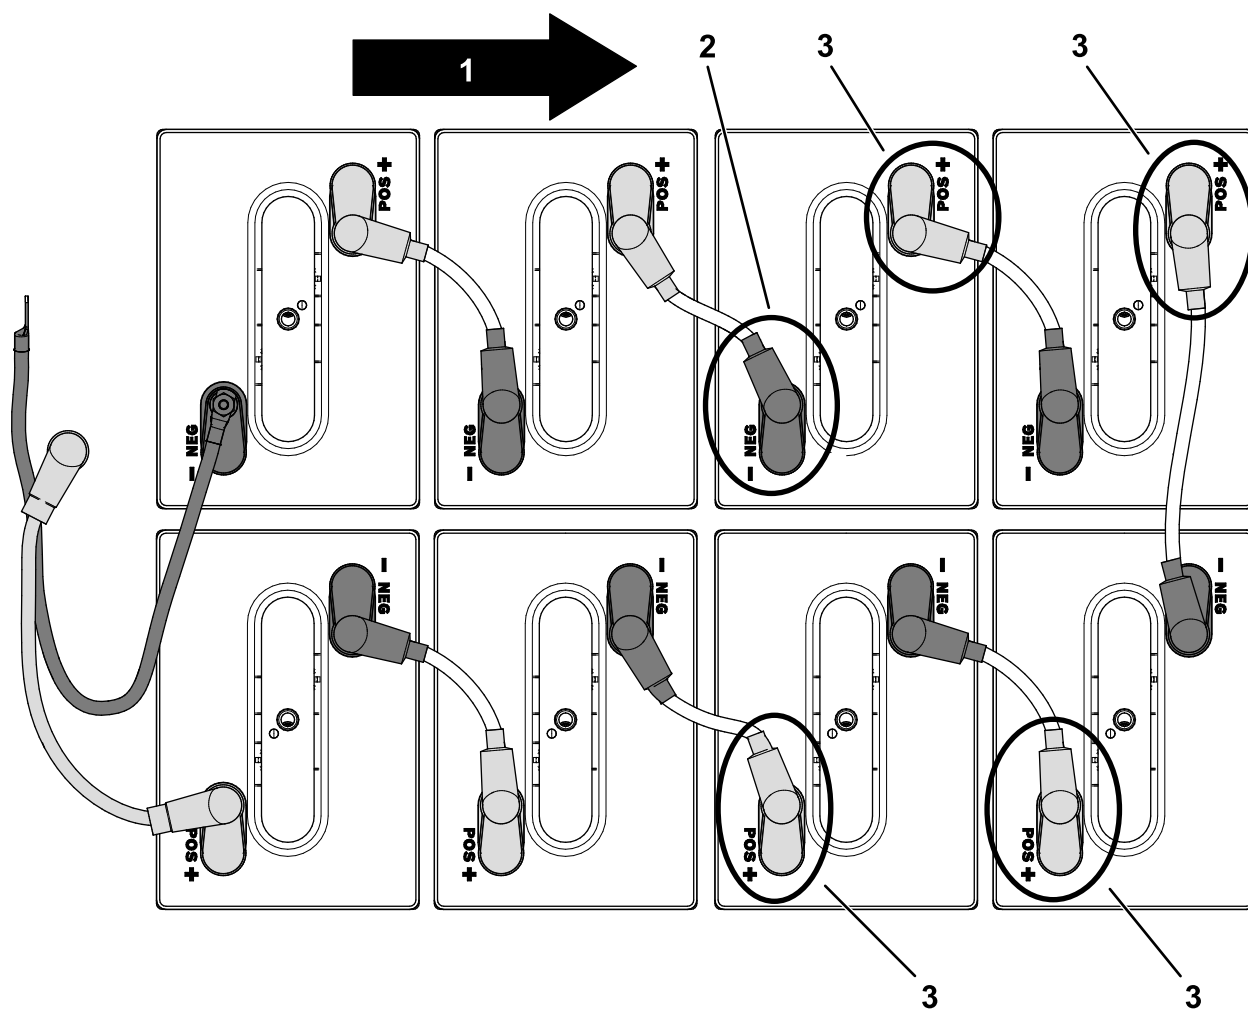

Figure 99
Important: Prenez soin de monter les batteries dans le même sens qu'à l'origine ; voir Figure 99.
4. Rebranchez la borne positive (+) des 4 batteries avant dans le support de batteries avant (Figure 99).
5. Rebranchez la borne négative (–) comme montré à la Figure 99.